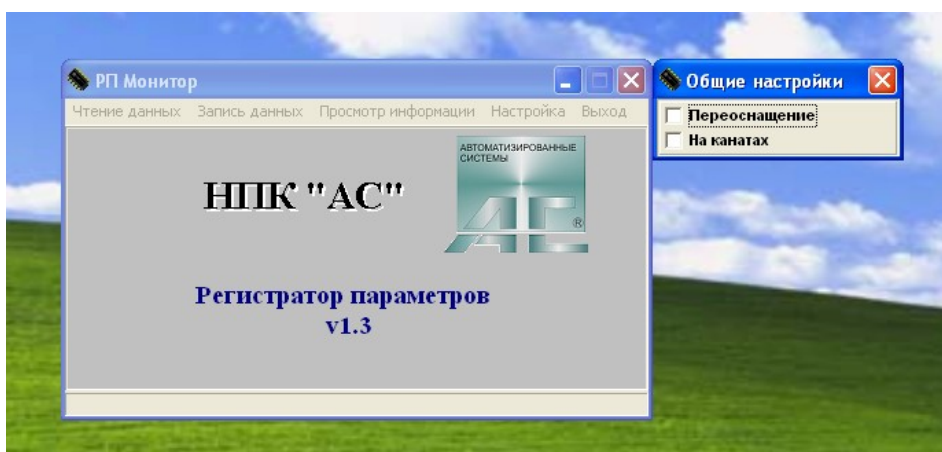

Рис.6
6.3.5. Прежде, чем войти в раздел "Запись данных", откройте меню раздела "Настройка" и определите характер выполняемой Вами работы и тип грузовых характеристик, Рис.6.